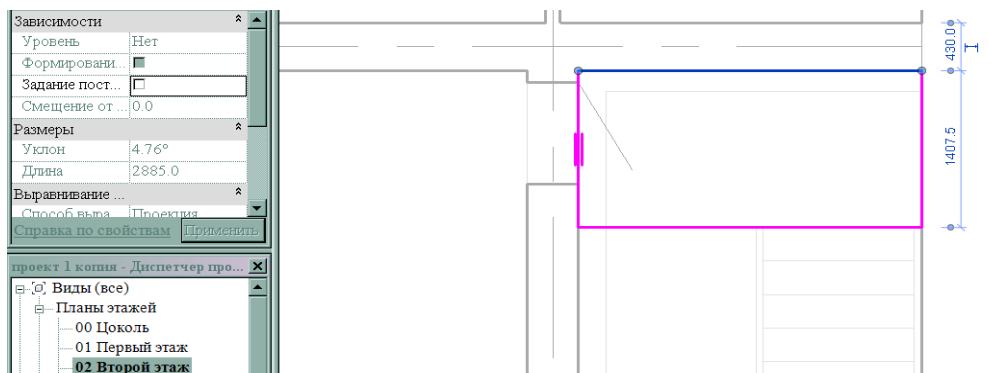

Рис. 97
6. Создать эскиз площадки на втором этаже с длиной 2885 и шириной 1410 мм (рис. 97).